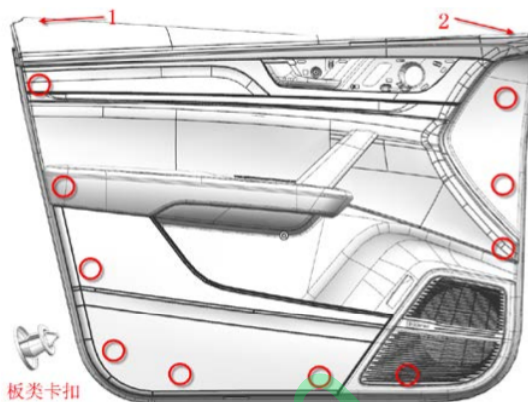

图 8-1-3 左前门护板卡扣位置示意图
(2) 如图 8-1-3, 用双手掰门板上本体一端 (1 处或 2 处), 将门护板上本体与水切分离, 然后将该侧的数个卡扣从钣金上剥离, 然后顺着周边一圈把剩余几个卡扣 (共 10 个) 从钣金上剥离, 将门板总成从钣金上取下 (此时门护板有线束约束, 不可拉扯过远)。